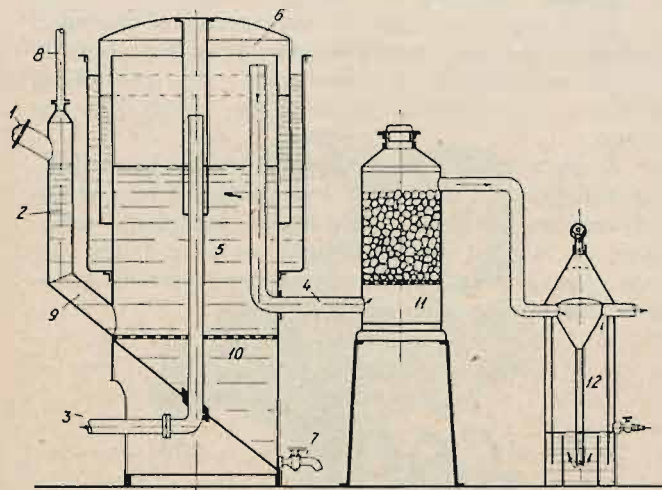

Fig. 18. Wytwornica typu „spadek karbidu do wody“.
Wytwornica typu „karbid do wody“. Wśród dużych stałych wytwornic najczęściej używany jest typ „karbid do wody“. Wytwornica tego typu pokazana jest na *fig. 18*. Działanie takiej wytwornicy jest następujące: Spadek karbidu do wody odbywa się najczęściej automatycznie przez otwór (1), (2), (9), do zbiornika wody (5), przyczem karbid układa się na siatce (10). Odpowietrzenie odbywa się przez otwór (8). Wytwarzany acetylen, gromadzi się w kloszu gazowym (6), wypierając go do góry. O ile przewodem rurowym (4) nie może odpłynąć cały wytworzony gaz, klosz gazowy podnosi się coraz bardziej tak długo, aż w pewnej chwili umożliwia odpływ gazu nadprodukcji przez przewód (3). Jak tylko klosz gazowy opada, wprawia w pewnej chwili w ruch mechanizm, który powoduje dalszy spadek karbidu do wody. Szlam spada w otwór poniżej siatki (10) i zostaje podczas oczyszczania wypuszczony przez spust (7).
W dalszym ciągu gaz dostaje się do bezpiecznika wodnego (12), który powinien być aż do poziomu kurka kontrolnego wypełniony wodą. Bezpiecznik taki powinien się znajdować zasadniczo przy każdym punkcie spawalnianym. Pokazany na fig. 18 bezpiecznik wodny zaopatrzony jest u szczytu gwizdkiem sygnałowym.